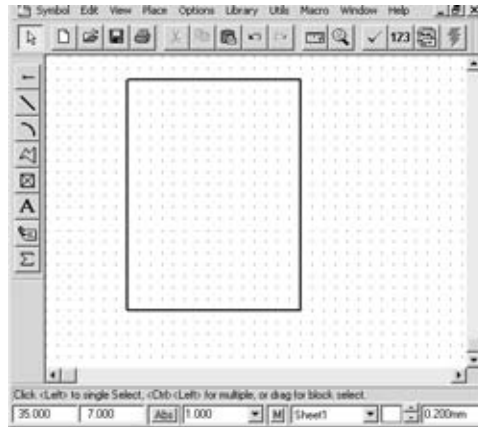

Рис.2.2.12
- Нарисовать прямоугольный контур УГО логического элемента «2И-НЕ» размером 15x20мм. Для чего выполнить команду **Place Line**. Задать необходимый масштаб увеличения клавишей «серый плюс». Установить курсор в точку с координатами (7, 25) и щелкнуть ЛК. Перевести курсор в точку с координатами (7, 5) и щелкнуть ЛК. Переставить курсор в точку с координатами (22, 5) и вновь щелкнуть ЛК. Снова перевести курсор в точку с координатами (22, 25) и щелкнуть ЛК. И, наконец, переместив курсор в точку с координатами (7, 25), щелкнуть ЛК и затем ПК. Получили прямоугольник, представленный на рис.2.2.12.